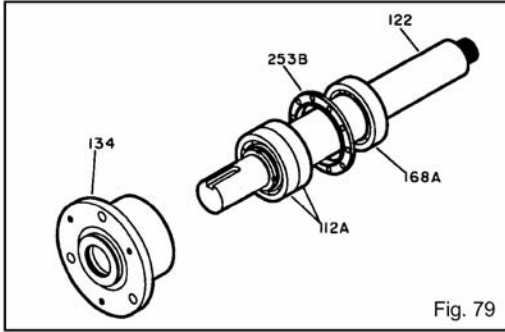

Fig. 79
6. Retire la caja de los rodamientos (134) del eje (122) con los rodamientos (112A, 168A) (Fig. 79).